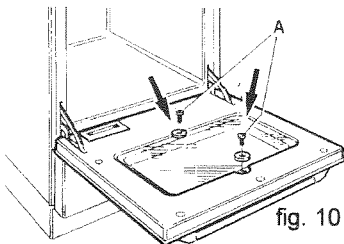

fig. 10
- Même procédé pour le nettoyage du verre intérieur qui peut être enlevé en dévissant les deux vis. (fig. 10)
Il suffit d'ouvrir la porte du four et dévisser les deux vis "A" qui sont fixées à la contre-porte du four (fig.10).